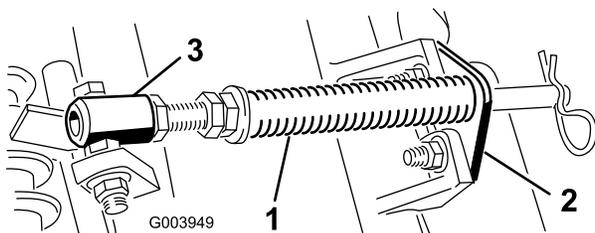

図 5
A. カッティングユニットのタブにロッドブラケットを固定しているキャリッジボルト2本を外す図5。
B. スプリングチューブのボルトをキャリアフレームのタブに固定しているフランジナット図5を外し、アセンブリを取り外す。